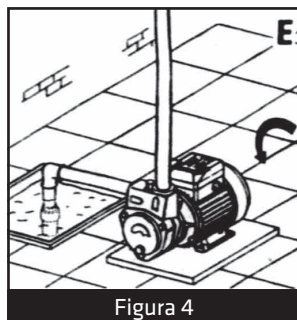

Figura 4
- 6 - Observe logo na partida, pelo lado traseiro do motor, se este gira no sentido correto indicado pela seta no corpo da bomba. Caso contrario, inverta o giro do mesmo através dos fios de ligação do motor elétrico (**Figura 4**).